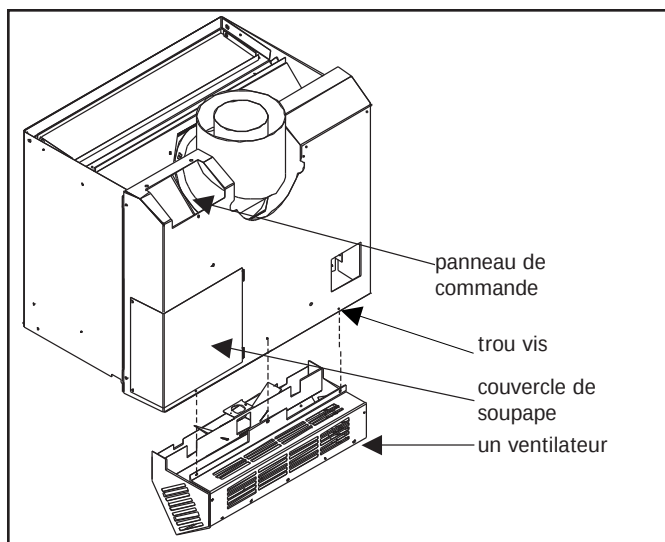

Figure 51: Installation de ventilateur optionnel
2. Placez l'ensemble de ventilateur derrière l'unité et sécurisé avec les trois vis fournies, (comme le montre la Figure 51).